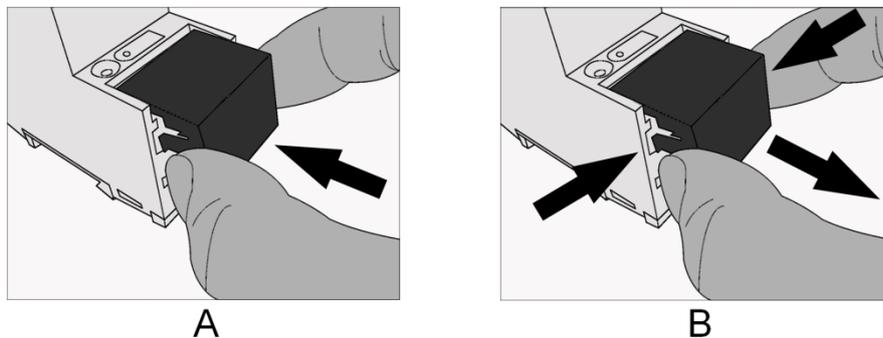

Abbildung 2: Abdeckkappe anbringen/entfernen
- Abdeckkappe anbringen: Die Abdeckkappe wird über die Busklemme geschoben, bis sie spürbar einrastet (vgl. Abbildung 2: Abdeckkappe anbringen/entfernen (A)).
- Abdeckkappe entfernen: Die Abdeckkappe wird entfernt, indem sie seitlich leicht eingedrückt und nach vorne abgezogen wird (vgl. Abbildung 2: Abdeckkappe anbringen/entfernen (B)).